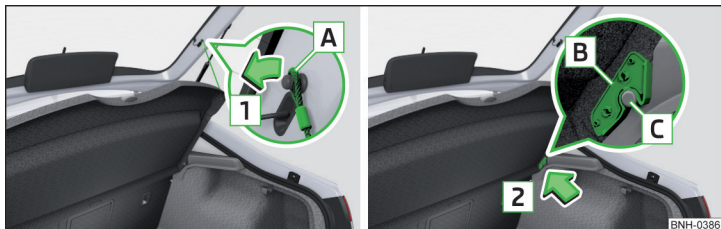

Fig. 104 Scoaterea copertinei portbagajului
Dacă benzile de susținere [A] » fig. 104 sunt agățate de capota portbagajului, la deschiderea capotei se ridică și masca portbagajului (denumită în continuare doar mască).
- Desprindeți benzile de susținere [A] de pe ambele părți ale capotei portbagajului, în sensul săgeții 1 » fig. 104.
- Poziționați elementele de fixare [B] de pe capac peste elementele de susținere [C], de pe capitonajul lateral » fig. 104.